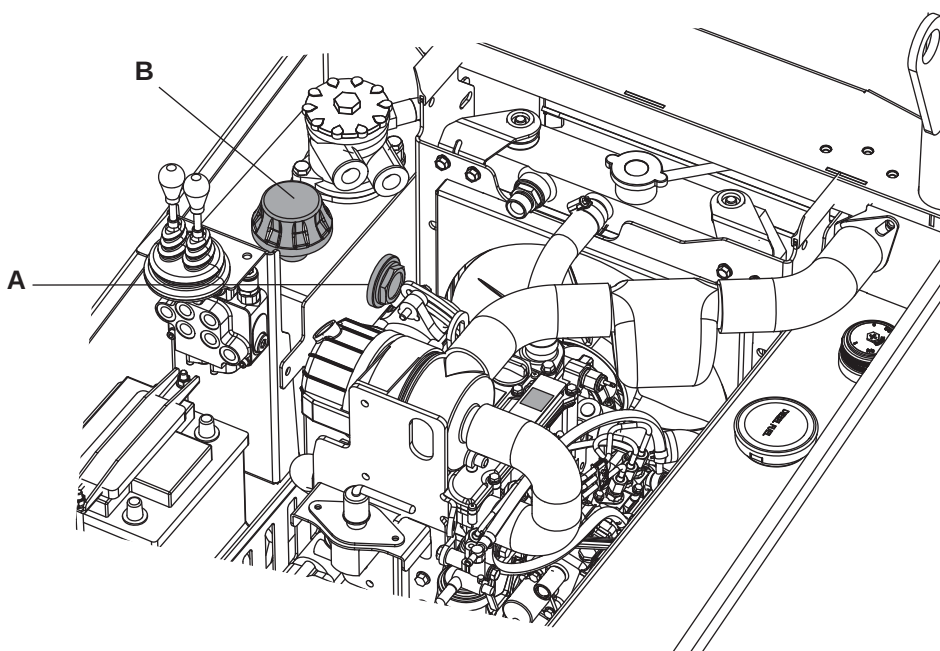

Figura. 45
3. Compruebe el nivel de aceite hidráulico utilizando el visor (figura 45, punto A). El nivel no debe estar por debajo del punto rojo situado en el centro del indicador.